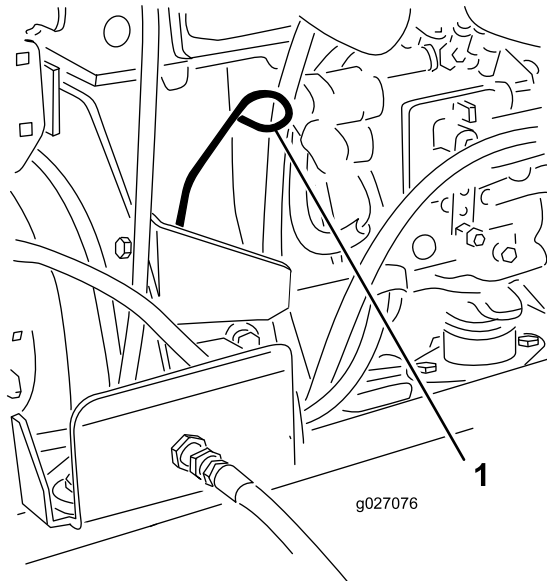

Figura 51
3. Retire la varilla, límpiela, y vuelva a colocarla (Figura 51).